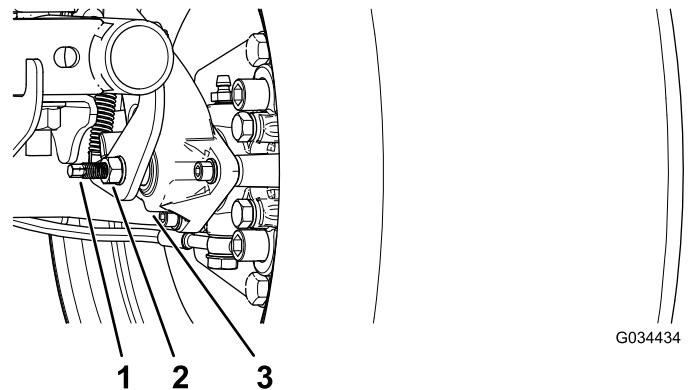

Figura 52
3. Usando 2 llaves, sujete el espárrago de ajuste de la pinza con una llave y afloje la contratuerca ¼ de vuelta con la otra llave (Figura 52).
4. Sujetando el espárrago de ajuste y la contratuerca para que no se muevan, gire el espárrago de ajuste hacia dentro para apretarlo (Figura 52).
5. Sujetando el espárrago de ajuste y la contratuerca para que no se muevan, afloje el espárrago $\frac{1}{4}$ de vuelta (Figura 52).
6. Sujetando el espárrago de ajuste y la contratuerca para que no se muevan, apriete la contratuerca (Figura 52).